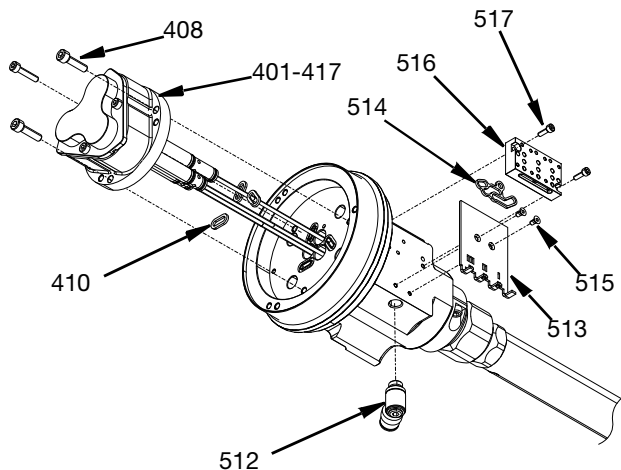

FIG. 15
2. Las juntas de aire (410) deben desecharse.
3. Retire el colector de aire (516) quitando los tornillos de sujeción M3 de cabeza hueca (517) con una llave hexagonal. La junta de aire (514) debe desecharse.
4. Retire la cubierta interior (513) quitando los tornillos M3 de cabeza plana (515) con una llave hexagonal.
5. Retire el accesorio giratorio acodado (512) BSPP de 1/8 pulg. con una llave hexagonal. Consulte la FIG. 15.